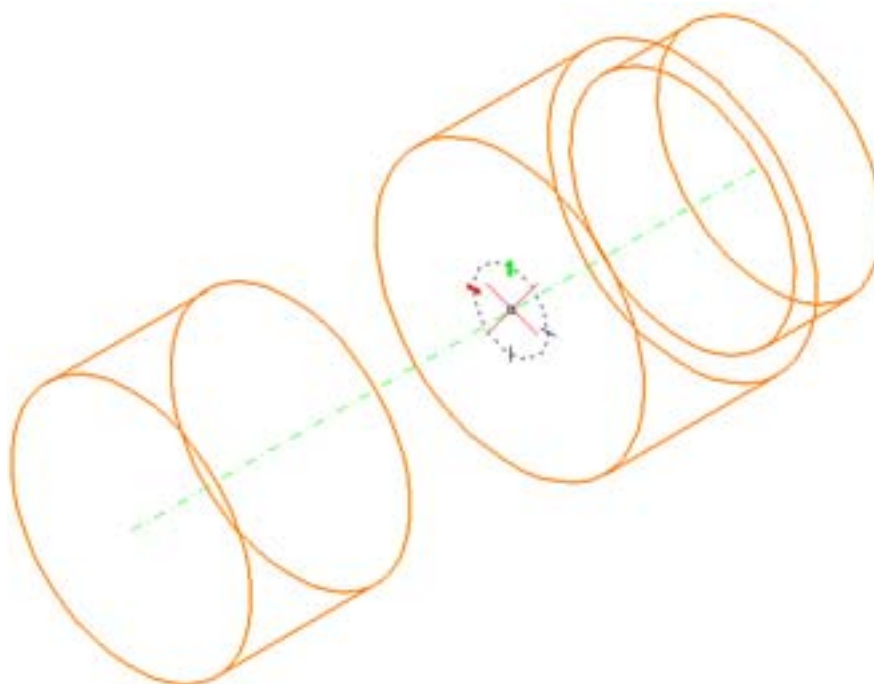
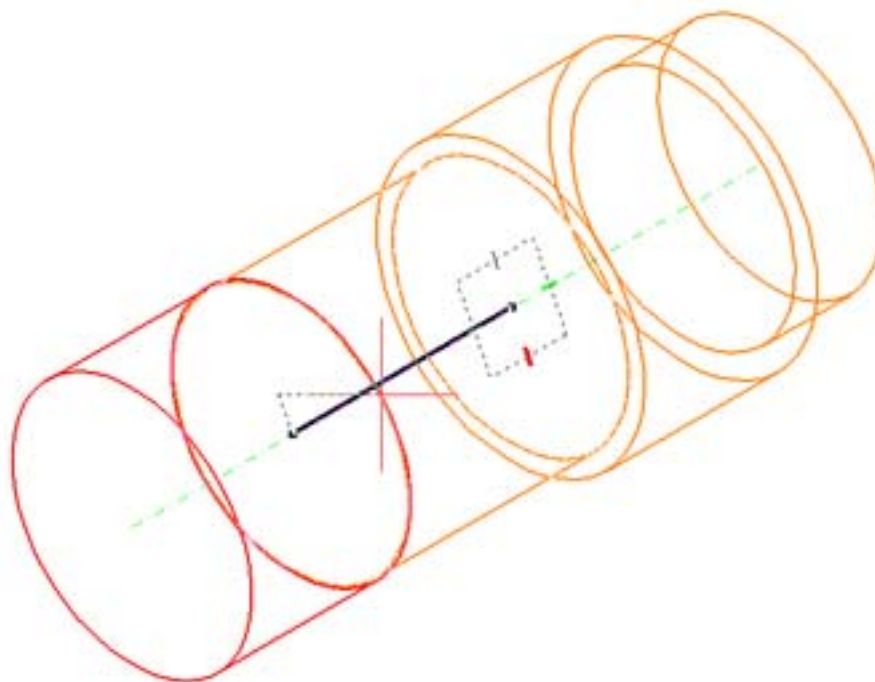

рис. 80
рис. 81
- Также переводим мышку в центр компаса AccuDraw (так, чтобы координаты по всем осям были равными нулю). Подтверждаем (без привязки), что конец предыдущего цилиндра становится началом нового (рис. 80). Задаем расстояние (радиус) равное **29,5** миллиметрам. Ведем до дальнего края первого цилиндра и привязываемся к любой точке его грани (рис. 81). Подтверждаем привязку.